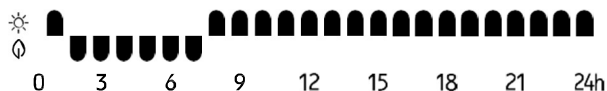

Figura 1
- Calcule una distancia mínima de 1 m entre la parte frontal del aparato y cualquier obstáculo (muebles, pared **ADVERTENCIA:** Si se instala este aparato en un cuarto de baño, debe estar instalado únicamente dentro de los volúmenes 2 o 3, en conformidad con las exigencias del Reglamento Electrotécnico para Baja Tensión español, Instrucción Técnica Complementaria ITC-BT-27. La instalación de este aparato dentro de los volúmenes 0 ó 1 de un cuarto de baño está terminantemente prohibido. La figura 1, a continuación indicada es tan solo a título informativo, le sugerimos que se ponga en contacto con un electricista profesional.